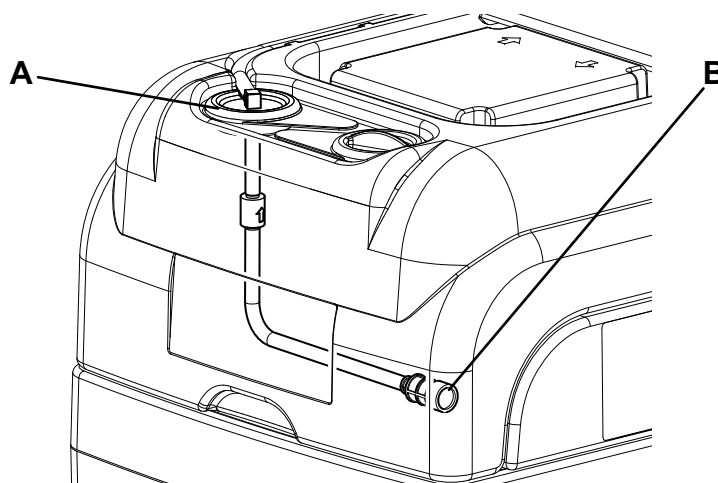

Figure 6
1. Vider le réservoir de solution (14), en procédant comme indiqué au chapitre Utilisation.
3. Vérifier que le câble d'alimentation (10) est débranché du réseau électrique.
4. Retirer le bouchon du tube d'immersion (A, Fig. 6), retirer avec soin le tube du réservoir et nettoyer le filtre (B) à l'eau.